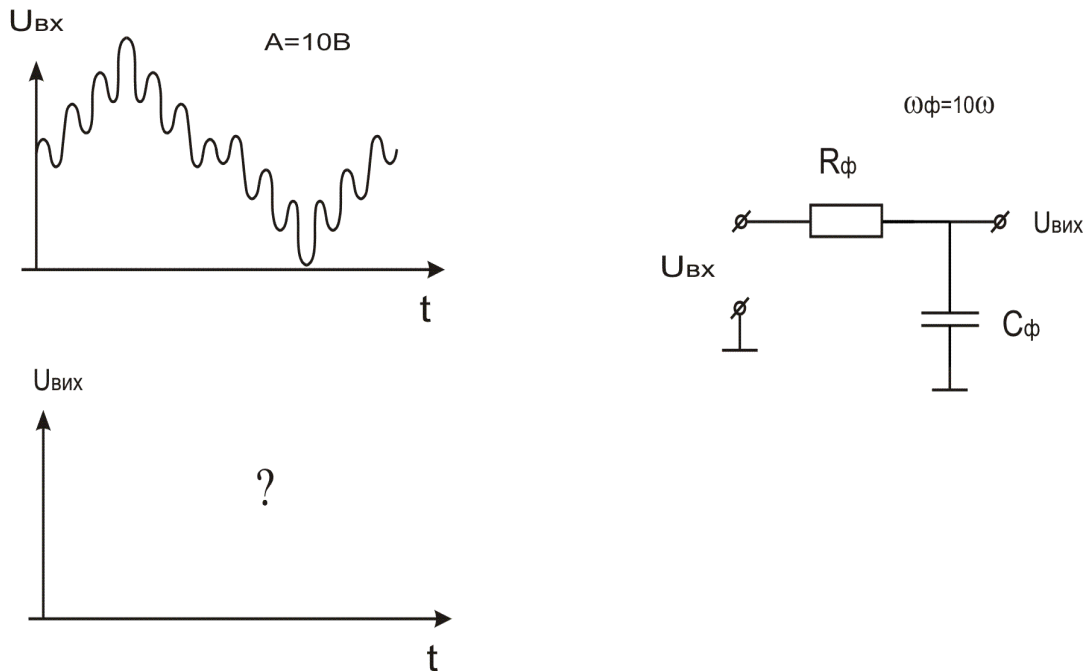

Рисунок 3.6
6. Визначити вихідний сигнал (рисунок 3.6).